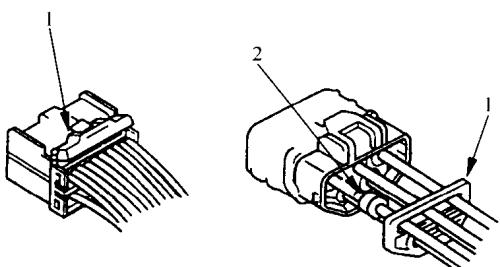

图 1-25 检查防松器没有松脱
9) 如图 1-25 所示，检查防松器 1 和橡胶密封 2 是否有松脱。